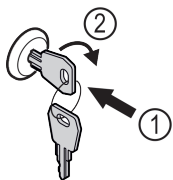

Fig. 171
- ▶ Vajutage võti sisse Fig. 171 (1).
- ▶ Keerake võtit 90° päripäeva Fig. 171 (2).